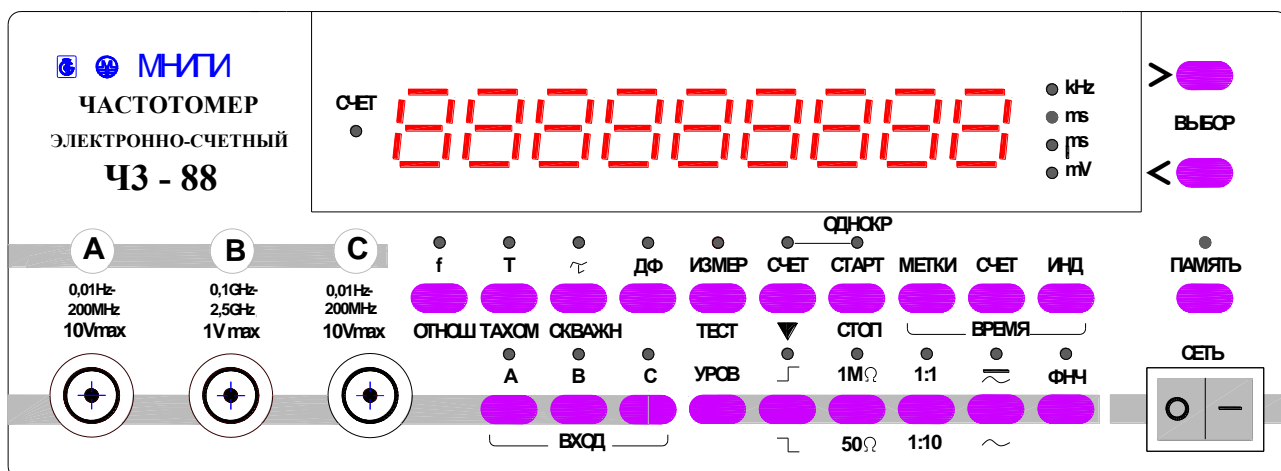

Рисунок 2.1 – Передняя панель частотомера. Расположение органов управления, подключения и индикации
2.3.1 Назначение органов управления, подключения и индикации, расположенных на передней панели частотомера, указаны в таблице 2.1 (рисунок 2.1).